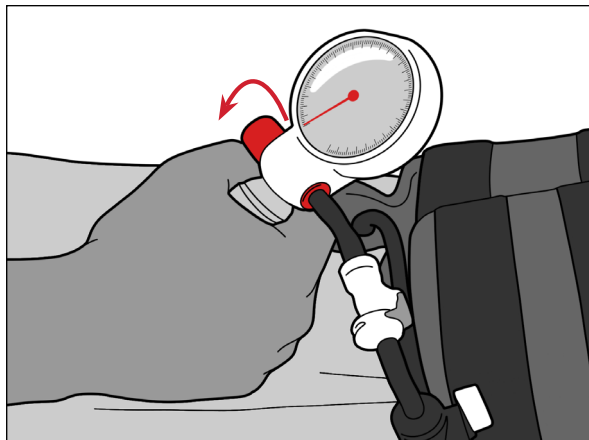

Fig. 14
1. Mai întâi, închideți supapa rotind butonul spre dvs. (Fig. 14).